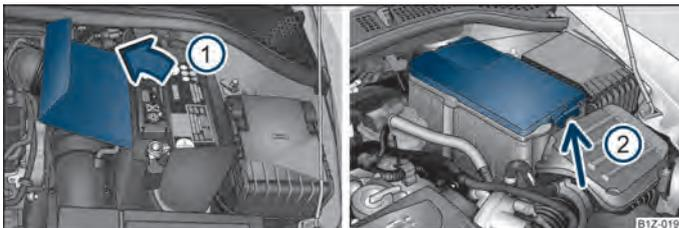

Fig. 154 Compartimento do motor: Tampa de poliéster da bateria do veículo / Tampa plástica da bateria do veículo
A bateria encontra-se no compartimento do motor, sob uma tampa de poliéster ⇒ Fig. 154 - à esquerda e/ou uma tampa plástica ⇒ Fig. 154 - à direita.
- Abra a tampa da bateria, no sentido da seta ① ⇒ Fig. 154, e/ou carregue nos encaixes ② no lado da tampa da bateria, rode a tampa para cima e retire-a.
Em caso de trabalhos na bateria, o bordo da tampa de poliéster ⇒ Fig. 154 - à esquerda é inserido entre a bateria e a parede lateral da tampa da bateria.